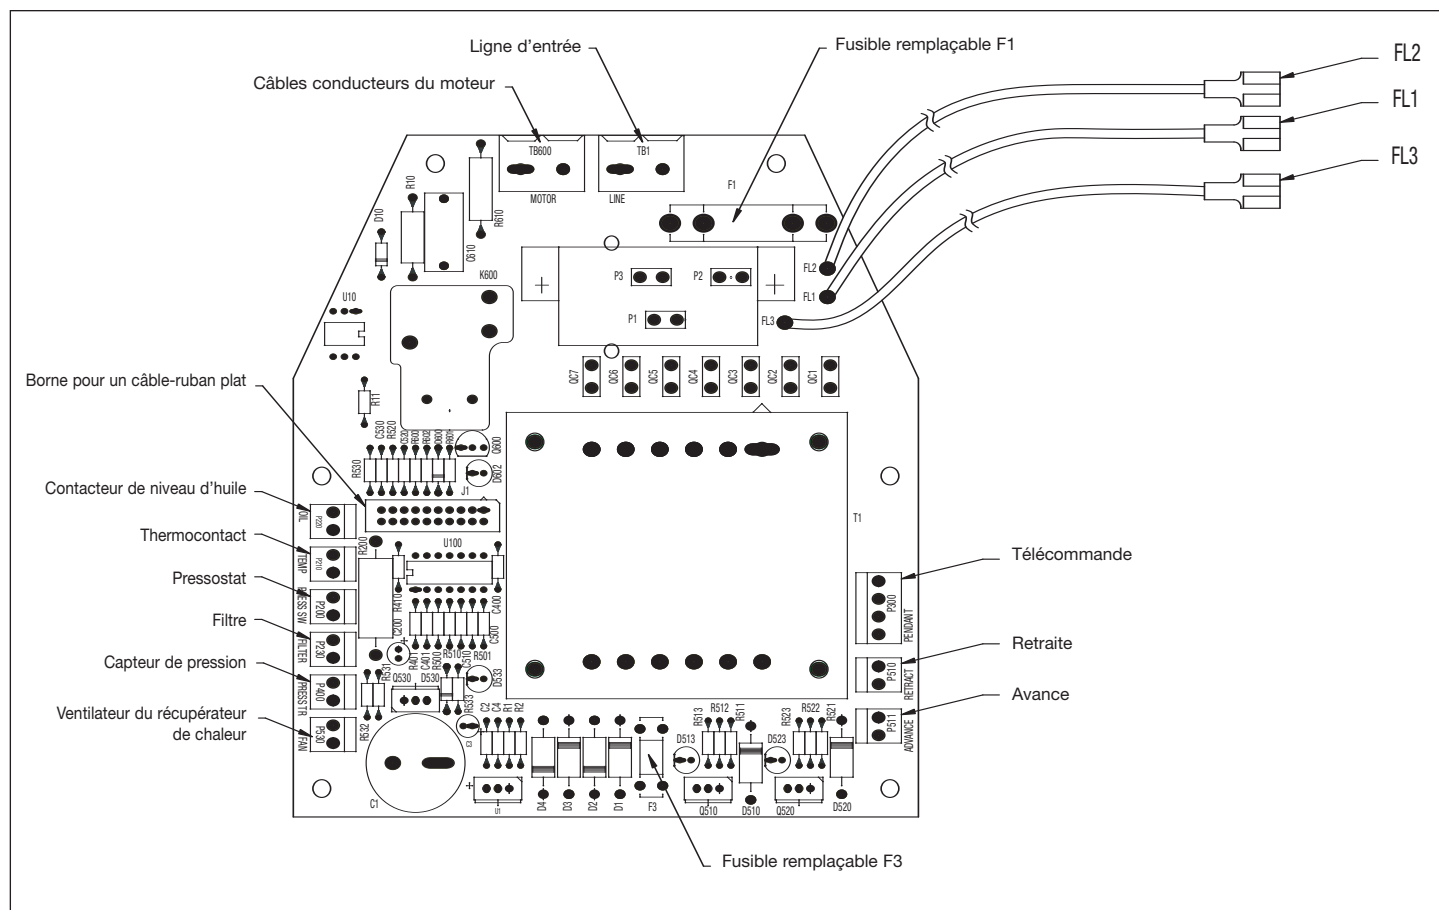

Figure 9, Configuration de la carte d'alimentation électrique
Le capteur de pression, le Echangeur de chaleur, le pressostat, le télécommande / l'interrupteur à pied, les électrovalves (A) et (B) sont fournis avec les connecteurs qui se connectent aux prises adéquates trouvées sur la carte d'alimentation électrique (Figure 9).